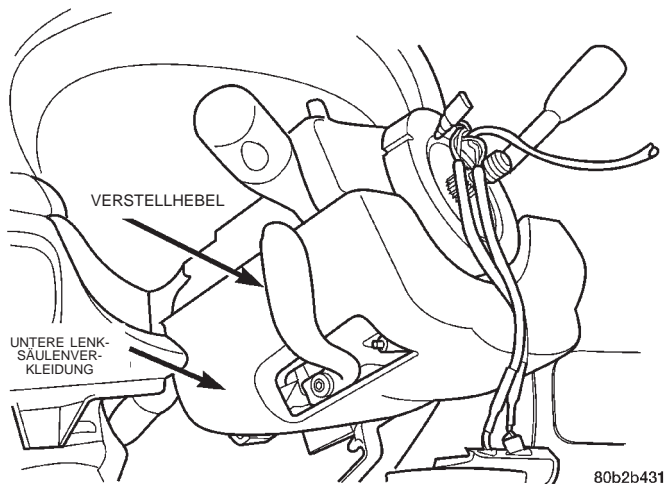

Abb. 14 Verstellhebel
(18) Obere von der unteren Lenksäulenverkleidung nach folgendem Verfahren lösen. Zuerst an der rechten Naht zwischen oberer und unterer Verkleidung am vorderen Ende die Verkleidung nach innen drücken. Wenn die obere Verkleidung austrastet, die obere Verkleidung nach oben wegziehen. Dieses Verfahren auf der anderen Seite wiederholen, um die beiden Verkleidungen voneinander zu trennen. Die obere Verkleidung von der Lenksäule abbauen.
(19) Verstellhebel von der Lenksäule abbauen (Abb. 14).
(15) Verstellhebel an der Lenksäule montieren (Abb. 14).
(16) Obere Lenksäulenverkleidung anbauen und in die untere Verkleidung einrasten.